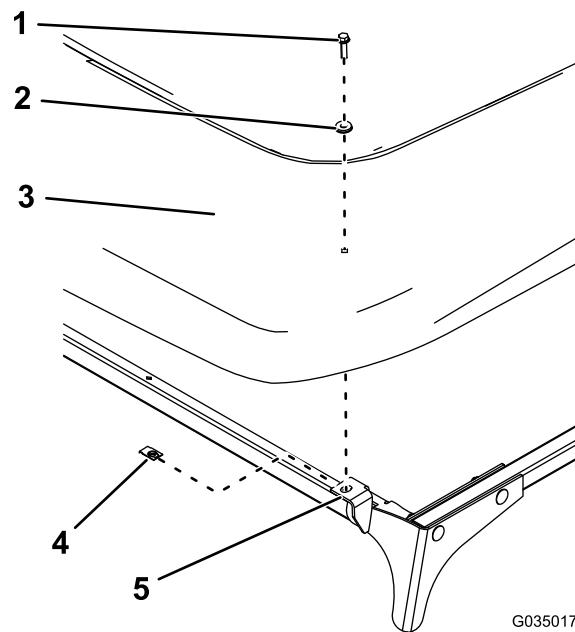

Рисунок 15
16. Установите солнцезащитный навес на передние пластины, используя два зажима, две уплотнительные гайки и два болта с шестигранными фланцевыми головками (1/4 x 1 дюйм), как показано на Рисунок 15.